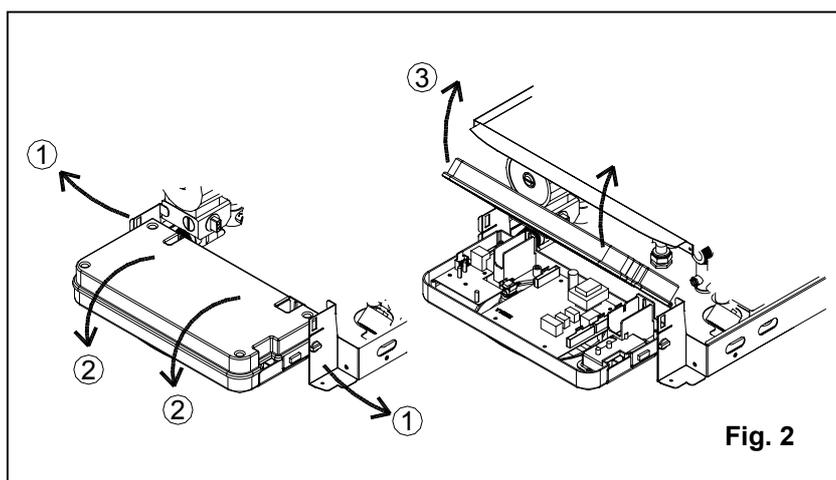

Fig. 2
- afferrare contemporaneamente le staffe supporto pannello comandi (fig. 2) e, allargandole, rovesciare il pannello ruotandolo verso il basso;
- svitare le quattro viti di fissaggio (fig. 2) e rimuovere il carter;